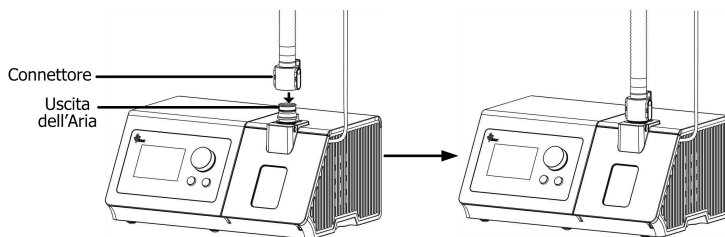

Fig. 11-11
- (1) **Collegare il tubo:** collegare il connettore del tubo all'uscita dell'aria del dispositivo e bloccare. Le fasi specifiche sono mostrate in Fig. 11-11.